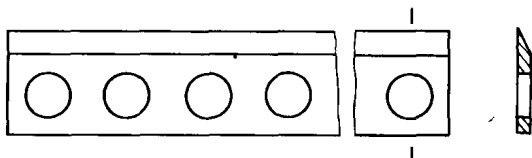

图 1-22 平尺
**答** 平尺的形状如图 1-22 所示，由中碳钢板制成，两个侧面要直而且平行，其长度可随工作需要决定，通常是 1~4m。用划针沿平尺的侧面可在工件表面上划直线，或用它的侧面贴在加工好的平面上，以延伸此平面，检查、测量和此平面有关的尺寸。使用平尺时，应注意不要和工件或其他的物品相撞。平尺用完后应放在一个平面上，以防止变形。